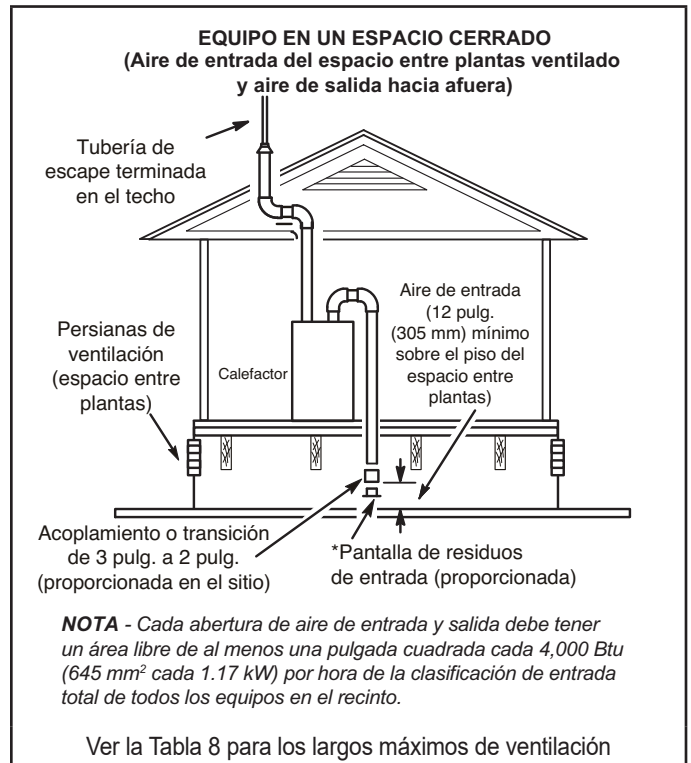

FIGURA 30
- 2 - Si el aire de entrada se toma de un espacio entre plantas ventilado (FIGURA 30) o de un ático ventilado (FIGURA 31), el largo de ventilación de escape no debe exceder los valores listados en la Tabla 9. Si se utiliza una tubería de 3" de diámetro, redúzcala a una tubería de 2" de diámetro para acomodar la pantalla de residuos.